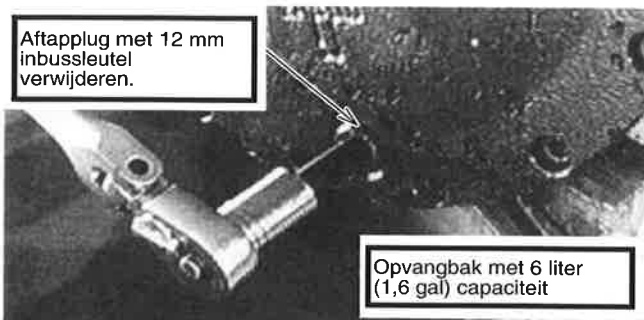

Fig. 8-4
5. Plaats een schone opvangbak met 6 liter (1,6 gal) capaciteit onder elke rijmotor-aftapplug en verwijder de aftapplug met de 12 mm inbussleutel. Zie fig. 8-4.